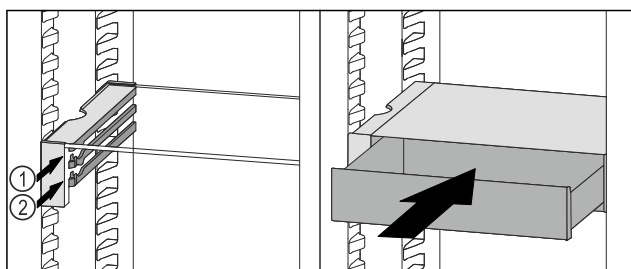

Fig. 109
- Założyć szufladę VarioSafe za stoperami na wybranych żebrach Fig. 109 (1) lub Fig. 109 (2).